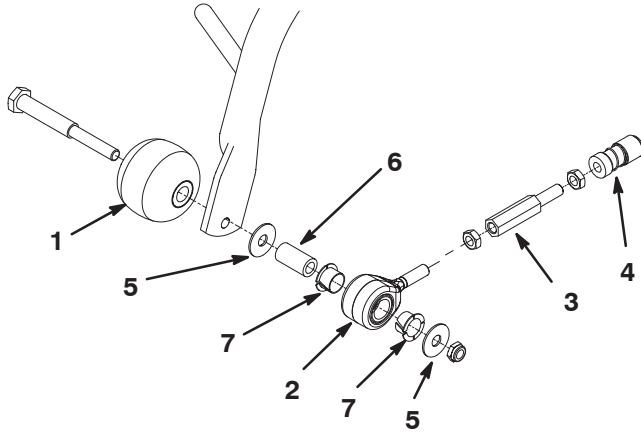

Figure 9
1. À l'aide d'un arbre, d'une entretoise, de rondelles et d'un contre-écrou, montez un rouleau anti-scalp et un ensemble tirant à l'extrémité extérieure de chaque bâti porteur avant (Fig. 9). Veillez à disposer les composants tel qu'illustré et assurez-vous que les bagues en nylon sont engagées dans l'ensemble tirant.